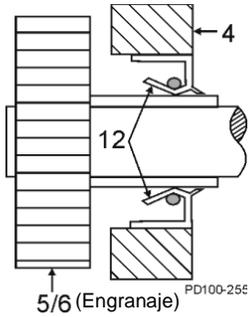

Ilustración 65 - Orientación de la junta de aceite
2. Presione la nueva junta de aceite (Ilustración 65, elemento 12) en la cubierta de la caja de engranajes (elemento 4), enjuague con la cara exterior y el resorte orientado hacia adentro.